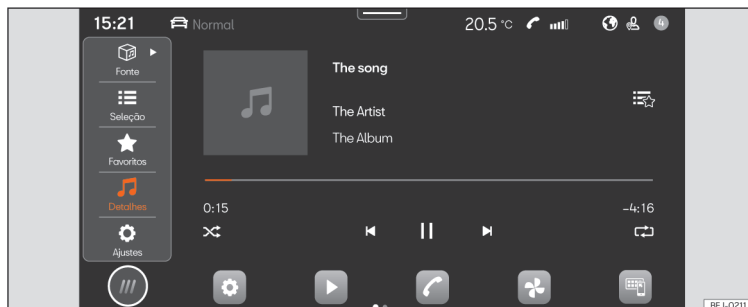

Fig. 143 Esquema: Vista Multimédia
- Pressione **HOME** > ► >>> **Fig. 143**.